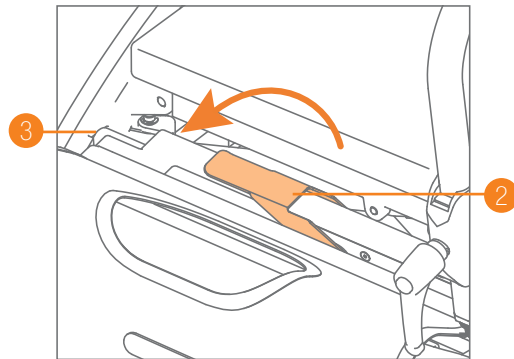

Abbildung 32: Das Rollstuhlpaket verriegeln.
- d. Bewegen Sie den roten Hebel, ohne besonderen Kraftaufwand, nach unten, um das Rollstuhlpaket zu verriegeln. Dadurch verlängern sich die Verriegelungsstifte so, dass das Paket ordnungsgemäß gesichert ist **(Abbildung 32)**. Sie können jetzt einfach mit dem Rollz Motion Rollator gehen.